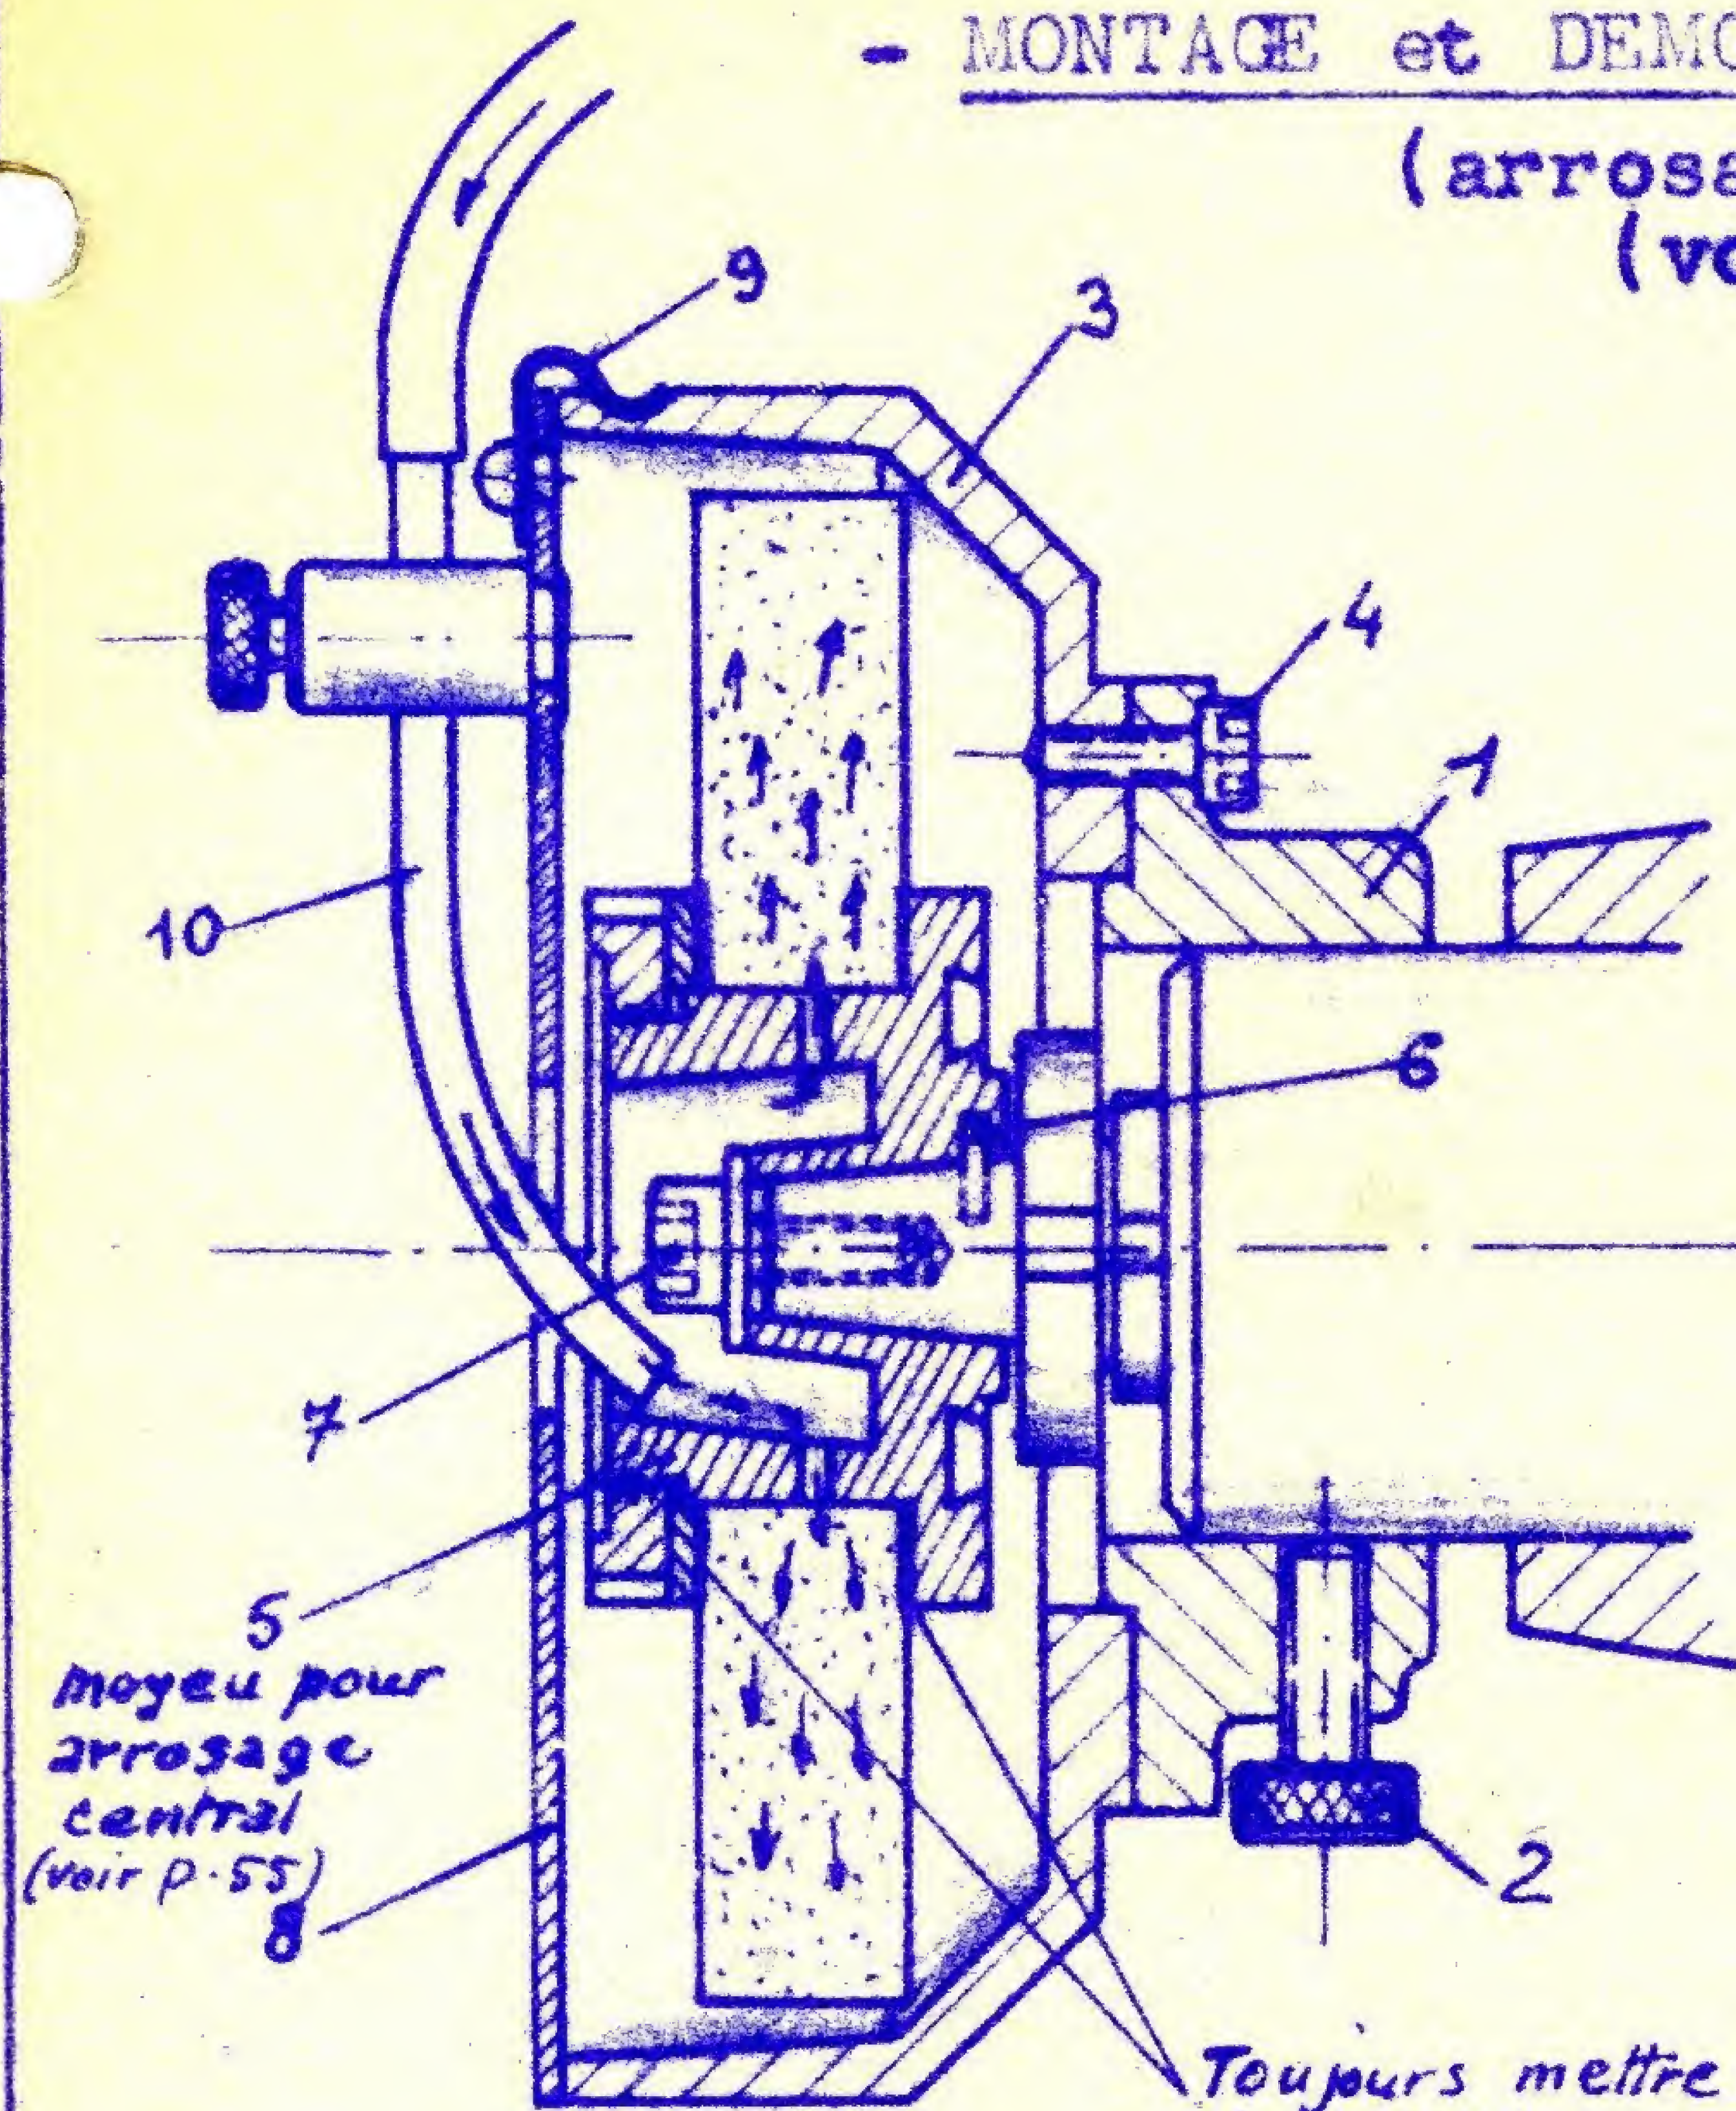
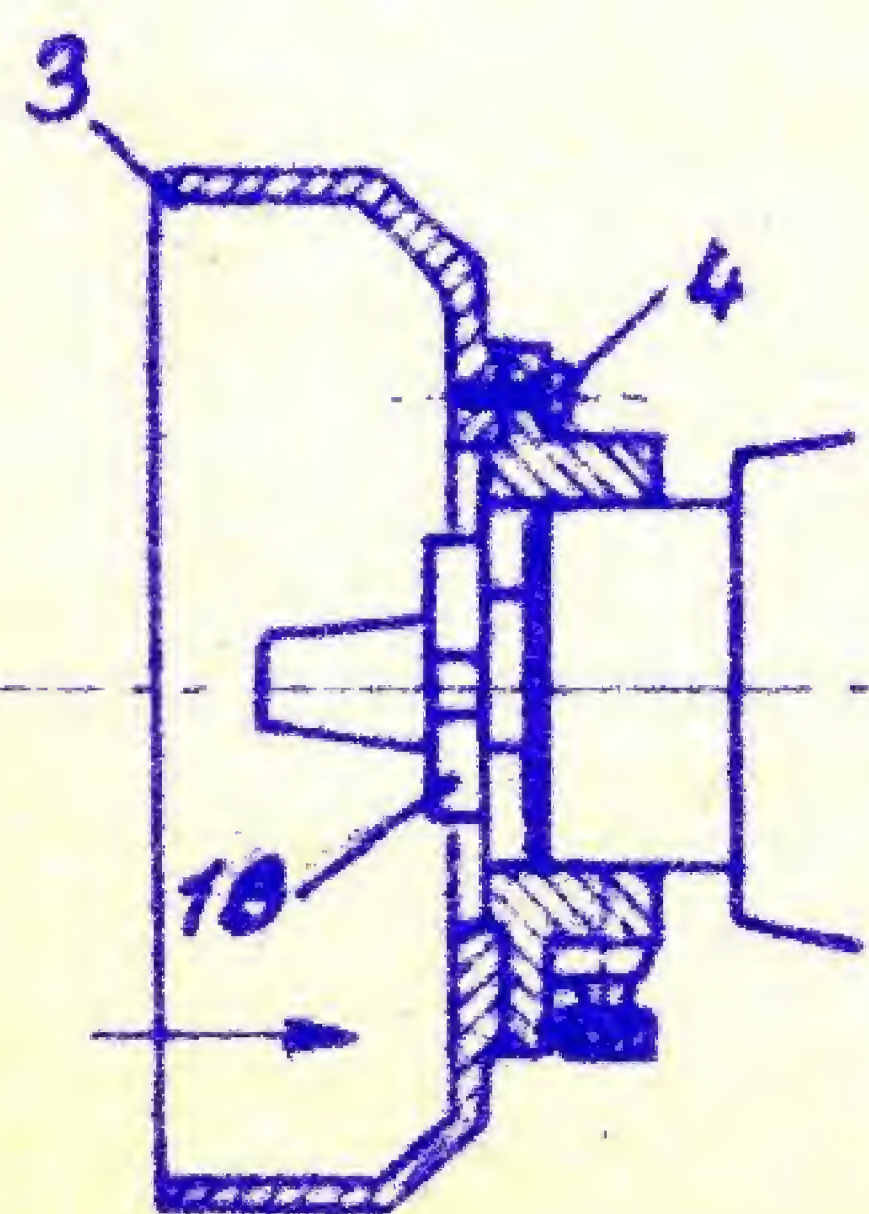

Fig. 1
Fig. 5
Monter d'abord le support (1) sur l'avant du fût de broche comme indiqué fig.1 en le maintenant en place à l'aide du bouton (2) légèrement bloqué. Monter ensuite le carter (3) contre le support (1) et l'y fixer à l'aide de la vis (4) (fig.5).
3°) - Diamantage d'ébauche (fig.5) :